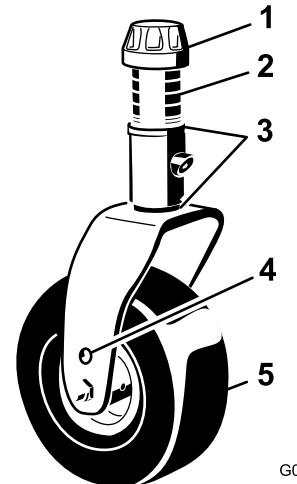
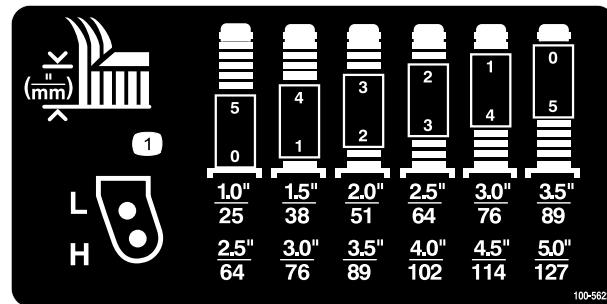

Figura 7
Figura 8
2. Coloque os eixos da roda giratória nos mesmos orifícios, em todas as forquilhas da roda giratória. Consulte Figura 7, Figura 8 e Figura 9 para determinar os orifícios correctos para a configuração.
1. Retire a tampa de fixação do eixo rosado desloque o fuso (Figura 7) para fora do braço da roda giratória. Coloque os 2 calços (1/8 pol.) no eixo, tal como
Consulte Figura 8 para determinar as combinações de espaçadores para a configuração.